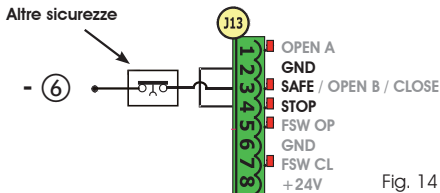

Fig. 14
(1) Le tipologie di utilizzo degli ingressi 3 e 4 sono impostabili attraverso la configurazione dei relativi parametri al 2° livello di programmazione (parametro **Ob** e **SP**). Per l'esatta descrizione sul funzionamento dell'automazione in relazione alle logiche selezionate, fare riferimento alle tabelle che si trovano in fondo a questo manuale (Par. 10 - LOGICHE DI FUNZIONAMENTO). Per quanto riguarda i cablaggi da effettuare utilizzando questi ingressi configurati come **SAFE**, fare riferimento agli schemi indicati in Fig. 13 e Fig. 14
(2) Il carico dell'uscita deve ritenersi già incluso nella corrente max disponibile per gli accessori
➔ Nel caso venga disattivata la sicurezza Fail Safe (parametro configurabile nel 2° livello di programmazione), il negativo da utilizzare per la gestione dell'ingresso SAFE dovrà essere il - 6 (vedi Fig. 14).